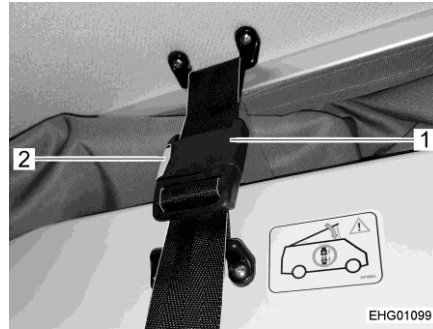

Bild 35 Lås (sovtak)
- Öppna säkerhetslåset (Bild 35,1). Tryck på den röda tryckknappen (Bild 35,2) för att göra detta.